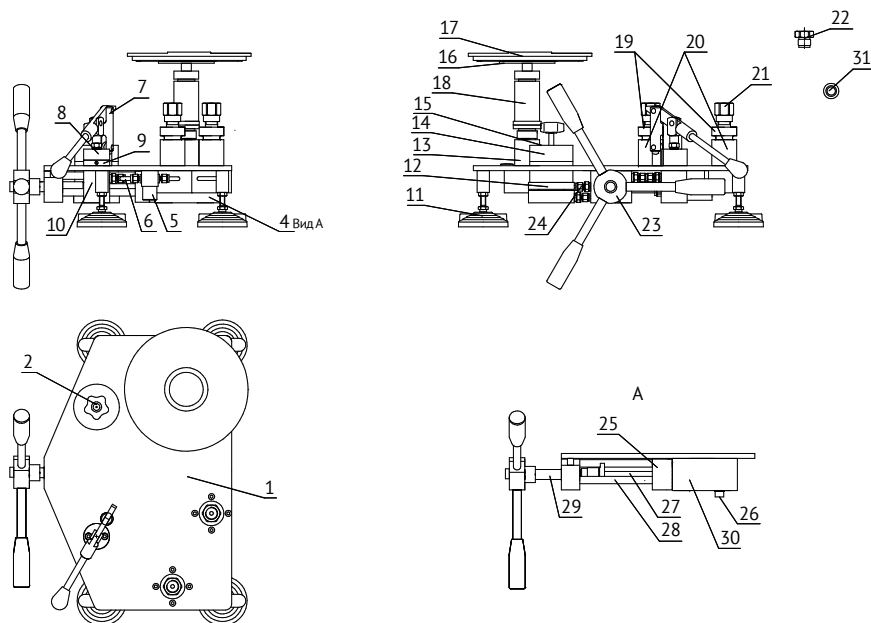
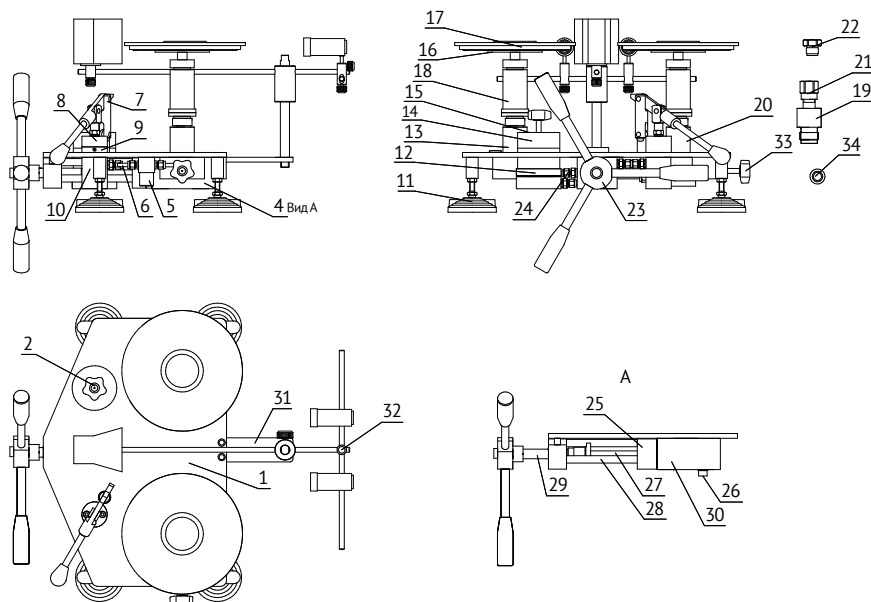

Рис. 1. Манометр грузопоршневой МП-6...МП-16
Рис. 3. Манометр грузопоршневой МП-6...МП-16
4.2 Манометр грузопоршневой функционально состоит из трех частей: устройства создания давления, измерительной поршневой системы и комплекта грузов. Основание манометра грузопоршневого выполнено в виде стальной плиты 1 (Рис. 1–4), снабжённой четырьмя регулируемыми опорами 11. Узел основного штока состоит из направляющей втулки 25, основного штока 27, винта слива жидкости 26, шпилек 28, винта 29 и основного блока 30. Ручной насос 7 выполнен в виде отдельного узла и состоит из корпуса 10, направляющей втулки 8, уплотнительной шайбы 9 и системы рычагов. Ручной насос соединен с гидравлической системой манометра грузопоршневого с помощью трубок. С левой стороны расположен стакан 14 для рабочей жидкости и вентиль сброса давления 2. ИПС устанавливается на левую стойку (стойка ИПС), а поверяемые СИ устанавливаются либо на регулируемую стойку 20 (рис. 3, 4) непосредственно или через переходник 19 (на приборах в специализированном исполнении), либо на стойку (стойки) 20 (рис 1, 2) для поверяемого СИ с предварительно установленным переходником 19 (на приборах в обычном исполнении) при помощи присоединительной гайки 22. Для регулировки вертикального положения образцовой ИПС служат регулируемые опоры 11, а регулировка вертикального положения регулируемой стойки (на приборах в специализированном исполнении) осуществляется при помощи винтов крепления регулируемой стойки к плите. Плавная регулировка давления осуществляется штурвалом 23. Масло к узлам подаётся по соединительным трубкам 6, присоединённых при помощи фитингов 24. Для повышения надежности работы, а также для предотвращения повреждения устройства, в гидравлическую схему включен фильтр тонкой очистки 5.
6.6 Выдвиньте основной шток, вращая штурвал против часовой стрелки до упора, и закрутите запорный вентиль 33 (рис. 3, 4) (специализированное исполнение).
6.11 Плавными движениями ручного насоса закачивайте масло в систему, следя за тем, чтобы масло не выплеснулось из корпуса ИПС и отверстий переходников (корпуса поверяемой ИПС), постоянно контролируя уровень масла в стакане (в случае необходимости долить). Когда уровень масла в отверстиях переходников поднимется до верхней кромки, то на переходники (переходник) необходимо установить присоединительные гайки, резинOMETаллические уплотнения и заглушки (на манометре грузопоршневом в обычном исполнении и манометре грузопоршневом специализированного исполнения при использовании на стойке 20 (рис. 3, 4) переходника). Продолжайте качать масло до тех пор, пока оно не появится в канале цилиндра ИПС.
6.15 Отрегулируйте вертикальное положение стойки ИПС. Для чего установите приспособление по контролю вертикальности на грузоприёмное устройство образцовой ИПС и отрегулируйте её вертикальное положение при помощи подкручивания регулируемых опор 11 (рис. 1–4), затем отрегулируйте вертикальное положение второй стойки (специализированное исполнение) с помощью регулировочных винтов, сначала в одной плоскости, затем в другой, путем ослабления на 1/2 оборота одного винта с последующим подтягиванием противоположного.
6.19 Установите основание 31 (рис. 3, 4) устройства для наблюдения за положением поршня (поршней) на основание манометра грузопоршневого.